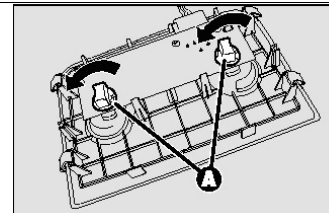

рис.43
- Повернуть против часовой стрелки два патрона А - рис. 43, извлечь лампы и заменить их.